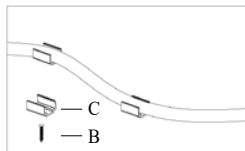

Figura 1
- Fije las pinzas de montaje con clavos o tornillos en las superficies de soporte. (La Figura 1. 2. 3 depende de los medios de montaje previstos del este producto, consulte Parte de Accesorios).